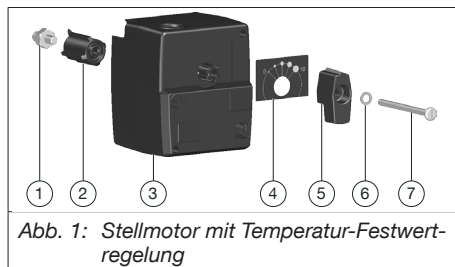
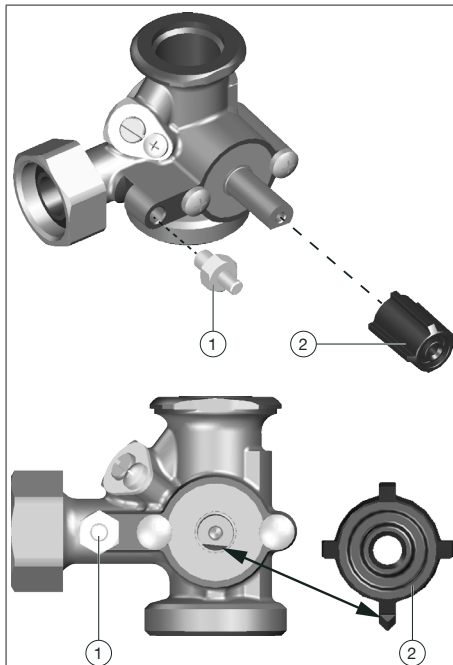
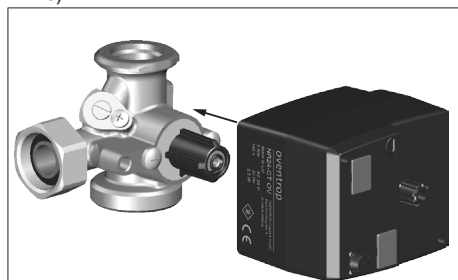

Abb. 1: Stellmotor mit Temperatur-Festwertregelung
Abb. 3: Ausrichtung
Abb. 4: Stellmotor aufsetzen
Die abgeflachte Seite des Mischerkükens muss nach unten zeigen und waagrecht ausgerichtet sein (siehe Abb. 3 auf Seite 9).
2. Setzen Sie den beiliegenden Adapter (Position 2 in Abb. 1 auf Seite 7) auf das Mischerküken.
Achten Sie darauf, dass der spitz zulaufende Steg des Adapters nach unten zeigt (siehe Abb. 3 auf Seite 9).
3. Verschrauben Sie die Verdrehsicherung (Position 1 in Abb. 1 auf Seite 7) fest am Mischergehäuse (siehe Abb. 3 auf Seite 9).
4. Setzen Sie den Stellmotor (Position 3 in Abb. 1 auf Seite 7) auf den Adapter (siehe Abb. 4 auf Seite 10).